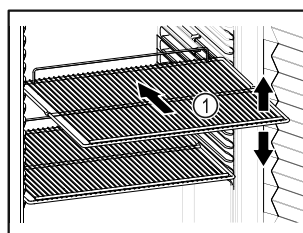

Fig. 62 Exempel
- ❑ Om förvaringshyllor Fig. 62 (1) kan flyttas ska de anpassas till höjden.